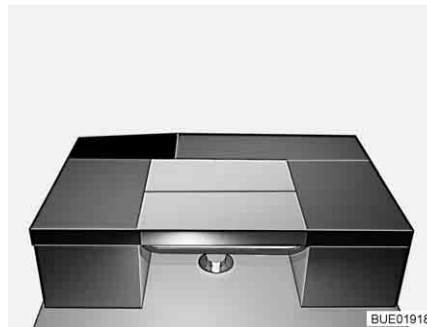

Fig. 145 Después de la transformación
- Colocar el cojín del respaldo del banco en la mesa de modo transversal (véase Fig. 145).